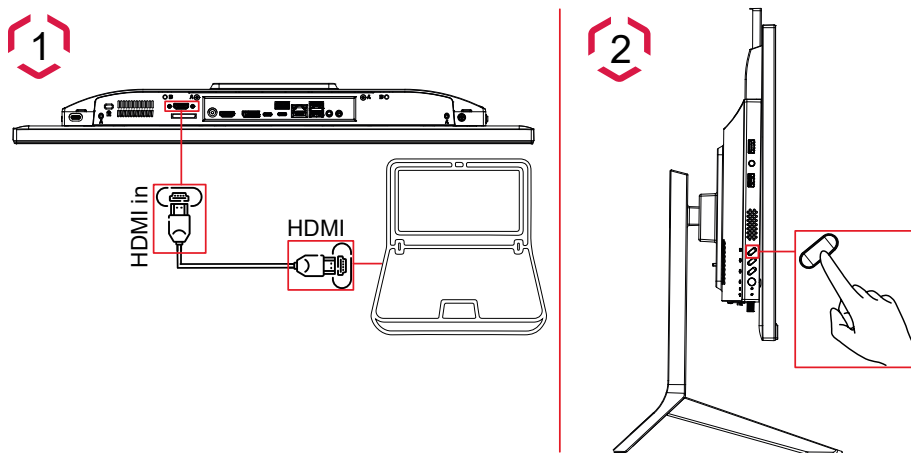

Рисунок 5 – Переключение в режим монитора
- подключить HDMI-кабель от источника сигнала к разъёму HDMI in моноблока (поз. 1 рисунок 5);
- нажать и удерживать кнопку «Питания дисплея» (не более 5 с) пока дисплей моноблока не переключится в режим монитора (поз. 2 рисунок 5). Для переключения в режим моноблока необходимо снова нажать и удерживать кнопку «Питания дисплея» (не более 5 с).